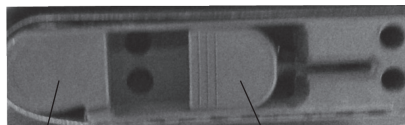

рис.2
1.10 Замена ленты осуществляется просто и быстро, используя рычаг натяжения (рис.2 поз.2), расположенный на правой стороне инструмента, в проёме правого лентодержателя. (рис.2 поз.1)
- отвести рычаг натяжения ленты (рис.2 поз.2) вперёд до упора (при этом ведомый ролик сместится назад, к ведущему);